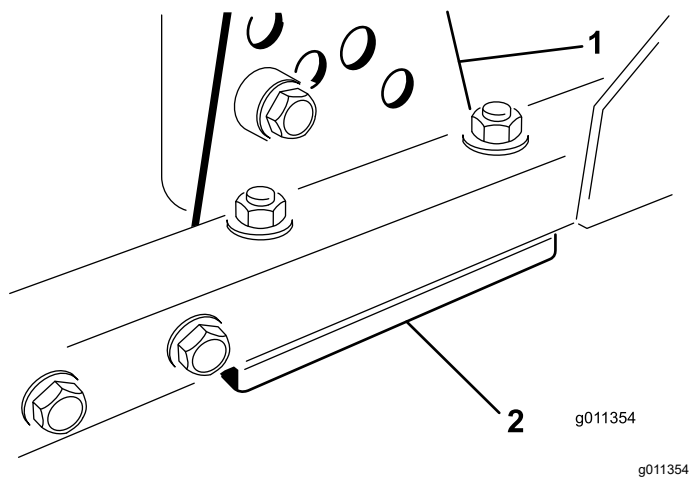

Figura 128
1. Retire el soporte de altura de corte (delantero, izquierdo o derecho) del bastidor de la unidad de corte (Figura 128).
2. Coloque suplementos de 1,5 mm y/o 0,7 mm entre el bastidor de la unidad de corte y el soporte hasta lograr el ajuste de altura deseado (Figura 128).